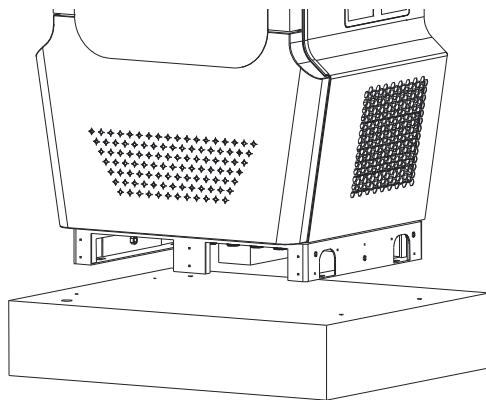

Figura 14. Colocación del EVSE
1) Levante la estación de carga sobre la base de hormigón. Véase la figura 14.